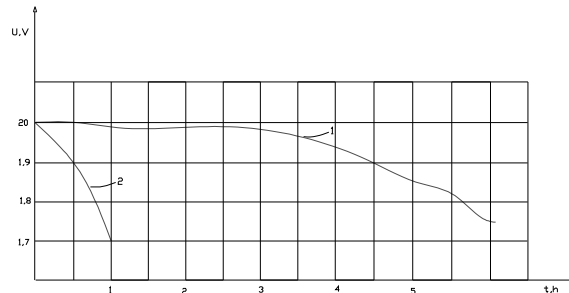

Fig.13.3.
Tensiunea unui element se reduce la timpul functionarii cu atat mai mult cu cat curentul de descarcare este mai mare, in fig.13.3. este prezentata variatia tensiunii pentru o descarcare completa in 5 ore (1), respectiv o ora (2)